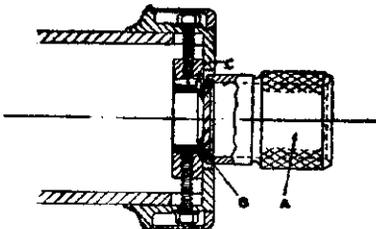

Fig 2
d) El retículo es intercambiable, lo que es utilísimo. (Fig. 2).